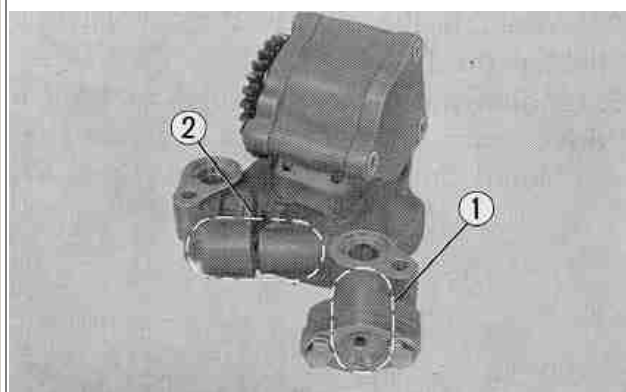

Fig. 3-13 (1) valvola di non ritorno
6. Per smontare la valvola di non ritorno, togliere i due bulloni che fissano il suo coperchietto. Tolti questi bulloni è possibile rimuovere il coperchietto, la molla e la valvola dalla pompa dell'olio. (**Fig. 3-13**)
7. Per smontare la valvola limitatrice, svitare il suo coperchio. Così facendo la molla e la valvola limitatrice possono essere rimosse. (**Fig. 3-13**)